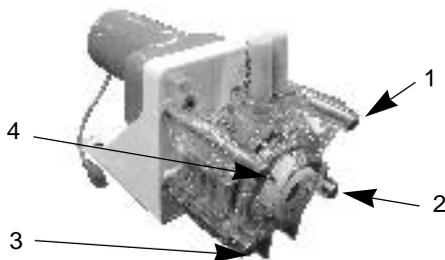

Figura 15. Parafusos do Corpo da Bomba
2. Afrouxe e remova os quatro parafusos do corpo da bomba (Ver Figura 15).
7. Enquanto mantiver as duas metades da bomba unidas com a mão, insira novamente os quatro parafusos (Ver Figura 15) e aperte-os seguindo um padrão cruzado, como demonstrado. Os parafusos devem ser apertados até aproximadamente $\frac{1}{4}$ de volta além da posição na qual estejam firmemente encaixados.